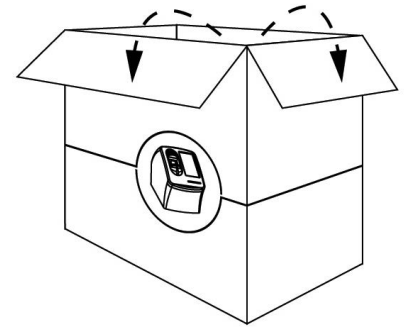

Abbildung 1
1. Stellen Sie den Karton aufrecht hin und öffnen Sie die oberen Laschen (Abbildung 1).